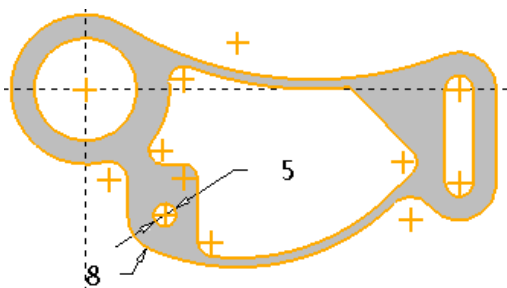

图 2-94 绘制圆
- 单击  按钮，在左下角圆角半径为 R8 的圆心位置上绘制直径为 $\phi 5$ 的圆，如图 2-94 所示。